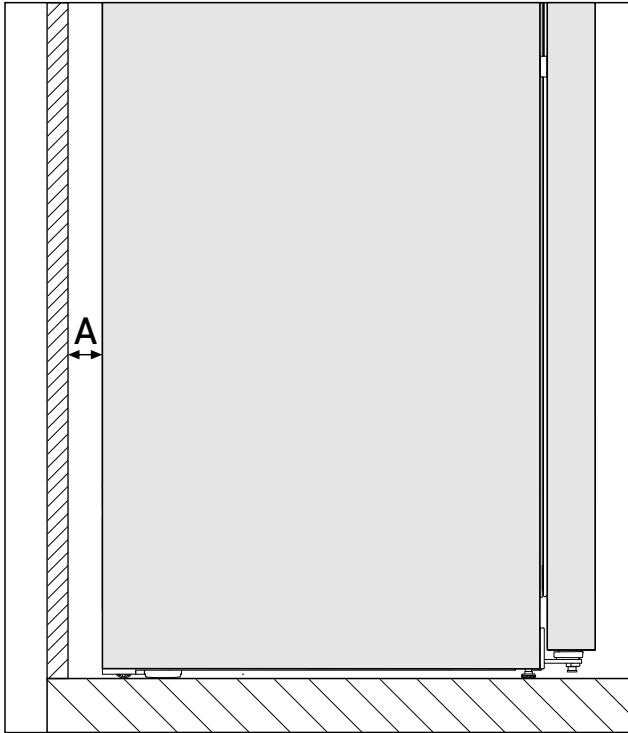

Fig. 3*
Energiankulutus on määritetty, kun laitteen takapuolen ja seinän välinen etäisyys on Fig. 3 (A). Jos etäisyys seinästä on alle Fig. 3 (A), se ei vaikuta laitteen toimintakykyyn, mutta energiankulutus kasvaa hieman, jos etäisyys seinästä on pieni.*